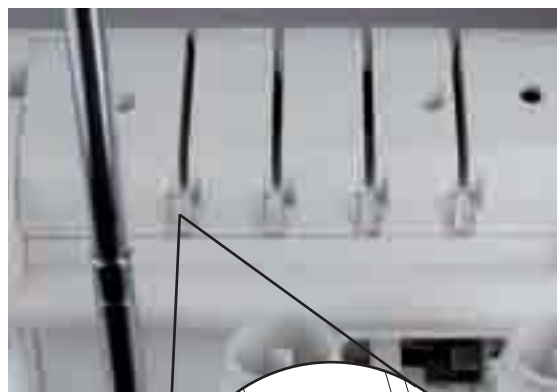

Fig. 20
1. Acheminez les fils de l'arrière vers l'avant à travers l'antenne guide-fils **1** (1).
2. Enfilez le fil dans le guide-fil en tirant le fil vers le bas jusqu'à ce qu'il glisse sous le guide-fil (2) (Fig. 20).